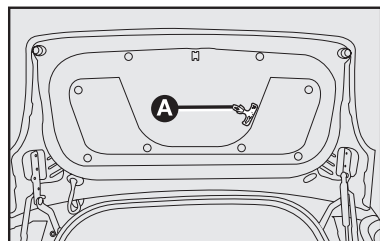

fig. 8
- Para obter o desbloqueio mecânico da tampa do porta-malas, atuando pelo interior do vão do porta-malas, agir na alavanca puxando-a para a direita **A-fig. 8**.